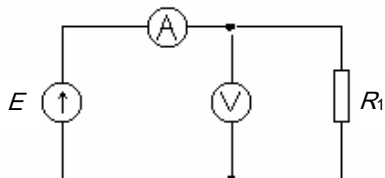

Рис. 6.1
- а) **собрать схему, показанную на рис. 6.1;**